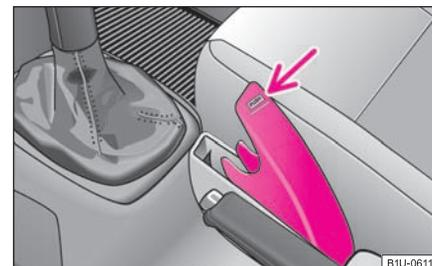

Fig. 94 Console centrale: Rangement pour lunettes
- Appuyez sur le cache du rangement au niveau de la flèche, le rangement s'ouvre ou se ferme ⇒ fig. 94.